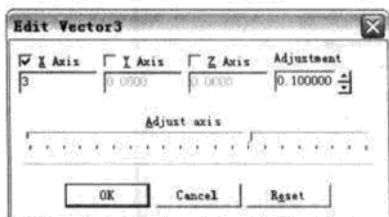

图 18.25 位置 Edit Vector 3 参数对话框
(2) 双击属于块体的 Transform 节点下的 translation 属性, 就会打开 Edit Vector 3 参数对话框。
(3) 选中 X Axis 复选框, 然后在编辑框中输入 3, 如图 18.25 所示, 然后单击 OK 按钮。